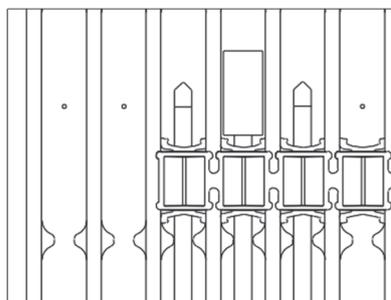
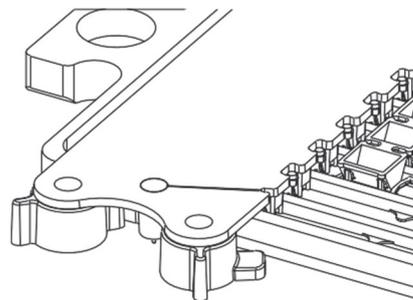

Fig14. 電極ろ紙の設置位置
Fig15. 電極ろ紙上への電極の設置。この図では、camが開放位置にセットされています。
6. 電極ろ紙は、IPGストリップ1本につき2枚が必要です。電極ろ紙を1枚ずつ切り取り、1枚につき150 μ lの蒸留水を含ませます。IPGストリップのゲル末端に電極ろ紙の端がかかるように1枚ずつ設置します（Fig 14）。電極のcamを開放位置にセットして、電極assemblyを電極ろ紙の上に設置します。セラミックトレイの外側のくぼみの下にcamを回し込んで閉鎖位置にセットします。camが適切に閉鎖位置にセットされると、電極は固定されます（Fig 15）。電極がろ紙に接していることと、電極の金属ピンが電極板と接触していることを確認します。